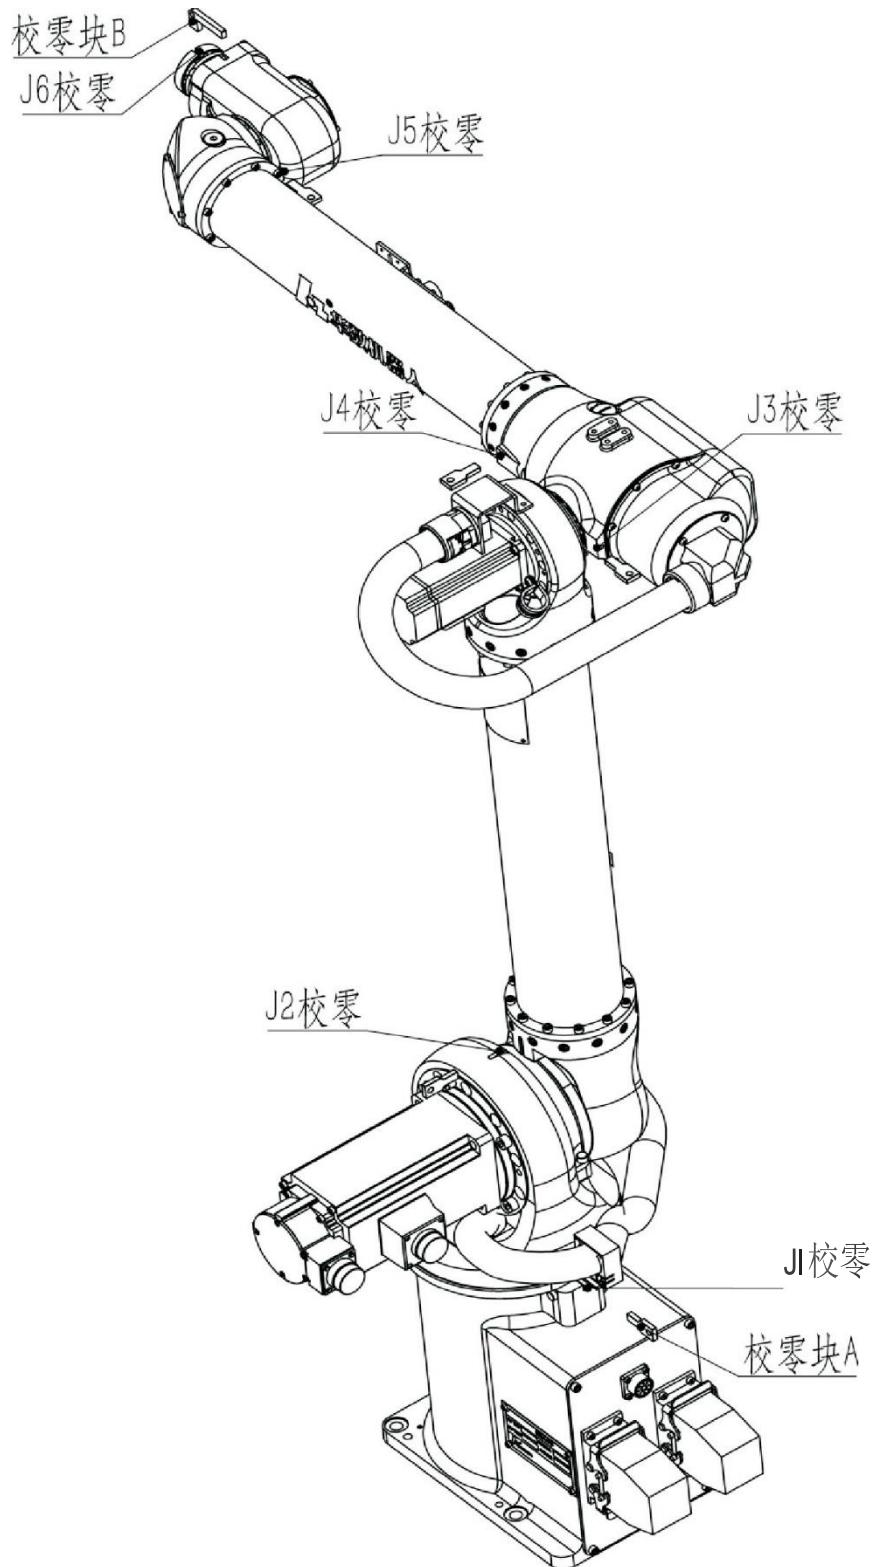

图 3.3 校零图
*1 各轴同步带对位置见图 3.3
机器人在出厂前，已经做好机械零点校对，当机器人因故障丢失零点位置，需要对机器人重新进行机械零点的校对。HSR-BR610-1300 机器人标准品零点校对参照图 3.3。